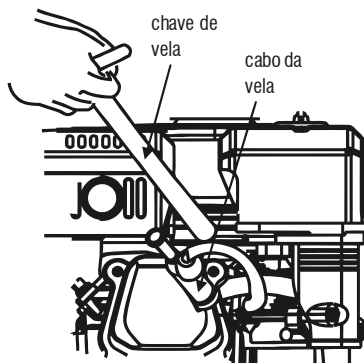

Fig. 34
- d. Com auxílio de uma chave de vela, remova-a (Fig. 34).